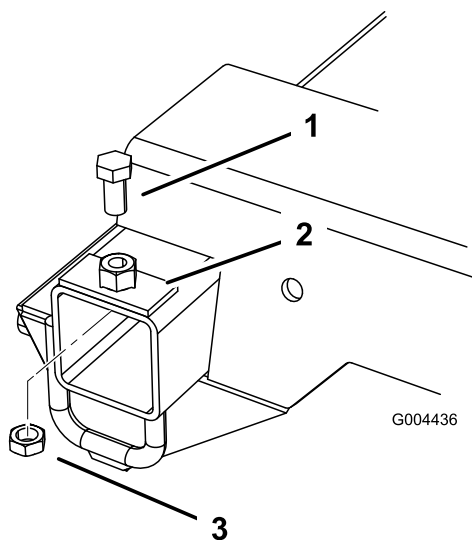

図 4
3. ドリル穴の上にプレートを固定する；ボルト（1/2 x 1 インチ）とジャムナット（1/2 インチ）を使用する；図 4を参照。